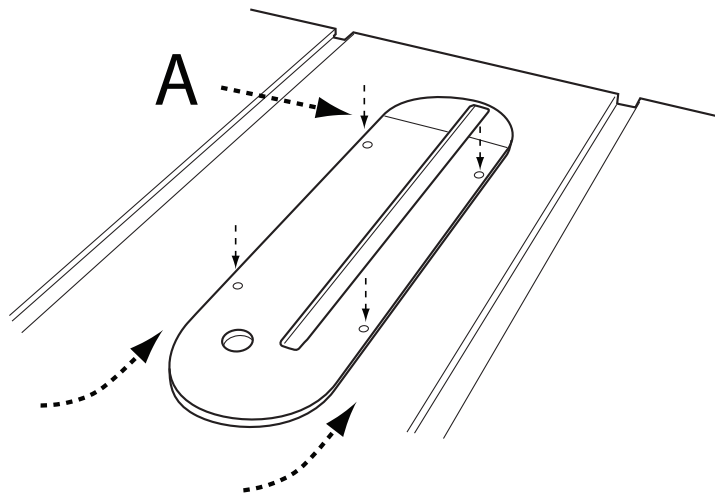

FIGURE 8
1. Pour installer la plaque à gorge, abaissez la lame en dessous du plateau de la table, puis faites passer soigneusement la plaque à gorge, extrémité fendue d'abord, de l'avant de la table à l'arrière, en gardant la lame centrée dans la fente de la plaque à gorge. Voir Figure 8. La plaque doit reposer à l'intérieur de la cavité dans le plateau de la table.
3. Si la plaque n'est pas alignée avec le plateau de la table, ajustez la hauteur de la plaque à gorge au moyen des quatre vis de pression (A).